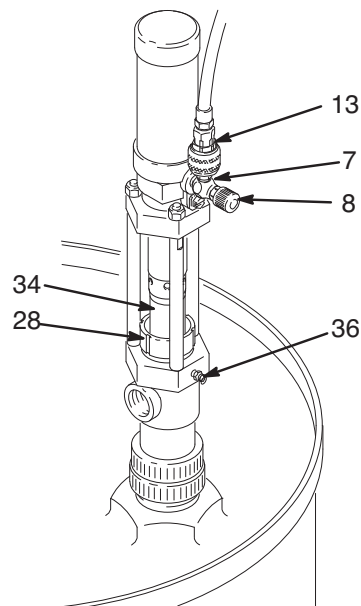
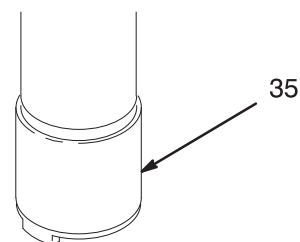

Рис. 4 05219B
Рис. 5 03765
Для выключения отсоедините муфту линии подачи воздуха (13). См. рис. 4.
1. Вставьте картридж объемом 0,43 л (16) со смазкой IPL в стандартный пистолет для консистентной смазки.
2. Каждый день при выключении останавливайте насос, опустив шток (34) вниз, затем обильно нанесите на уплотнители смазку IPL через смазочный фитинг (36). Надлежащее смазывание предотвращает заедание насоса. См. рис. 4.
3. Вытрите излишнюю, загрязненную смазку IPL вокруг верхней части уплотнительной гайки (28) и поршневого штока (34).
Если подаваемый воздух сухой, необходимо периодически смазывать пневматический двигатель. Для ручного смазывания отключите подачу воздуха, добавьте приблизительно 15 капель маловязкого моторного масла во впускное воздушное отверстие (7), снова подсоедините шланг и включите подачу воздуха. См. рис. 4.
1. Откройте воздушный клапан (8) или регулятор, чтобы запустить насос. Дайте насосу поработать на медленной скорости как минимум 5 минут.
4. Надавите на предохранительную пластину впускного клапана (35), чтобы слить жидкость из нижней части насоса. См. рис. 5.
Периодически проверяйте затяжку уплотнительной гайки (28). Она должна быть достаточно затянута для предотвращения утечки, но не сильнее. См. рис. 4. Если утечку невозможно остановить, замените уплотнители для предотвращения контакта с перекачиваемой жидкостью.